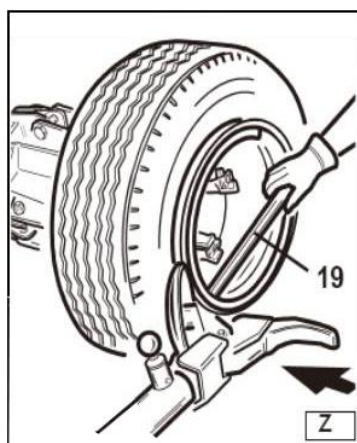

Рисунок 33
- Вставьте рычаг 19 (рис. 33) в соответствующее гнездо так, чтобы приподнять свободную сторону кольца или сделайте это с помощью специального ролика.
- Продолжайте вращать зажимное устройство против часовой стрелки и одновременно прижимайте диск к кольцу (рис. 33), пока стопорное кольцо не освободится.